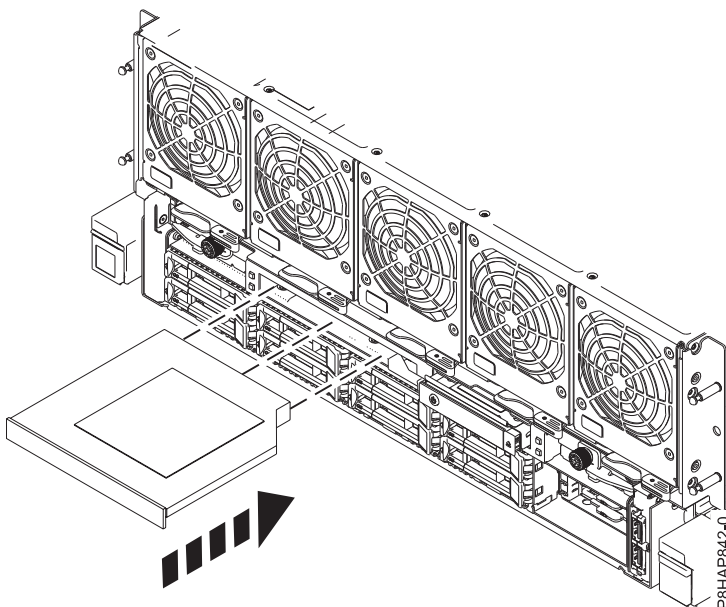

Abbildung 21. DVD-Laufwerk austauschen
- b. Schieben Sie das DVD-Laufwerk vollständig in das System, bis die Einheit einrastet. Siehe Abb. 21.